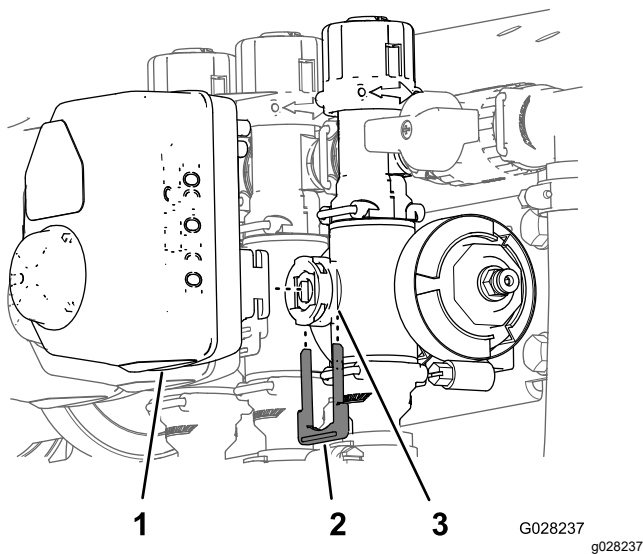

Bild 13
1. Entfernen Sie den Arretierbügel, mit dem der Aktuator am Verteilerventil für das Abschnittsventil oder das Rührwerkventil befestigt ist (Bild 13).
8. Bringen Sie die unter **Bild 13** entfernten Stellantriebe mit dem zuvor entfernten Arretierbügel wieder am Verteilerventil an.